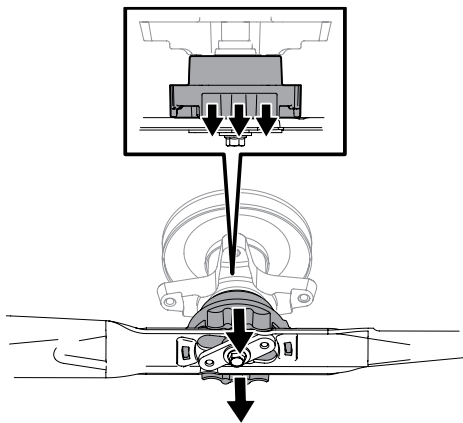

Figura 4-12
11. Habrá un clic audible cuando la cuchilla se bloquee correctamente en su lugar. Ver Figura 4-12.